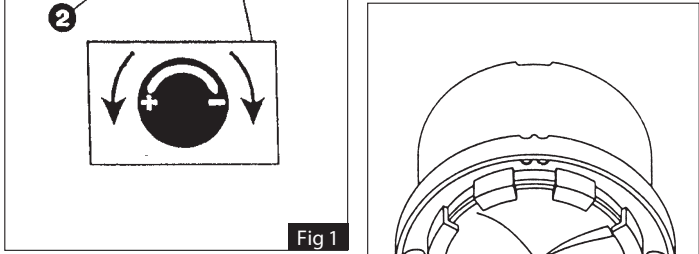

Fig 1
- Check that the tap is closed by turning the control knob clockwise towards the "+" arrow (fig. 1).
- Vérifier que le robinet est bien fermé en tournant le volant dans le sens de rotation des aiguilles d'une montre : sens "+" de la flèche (fig. 1).